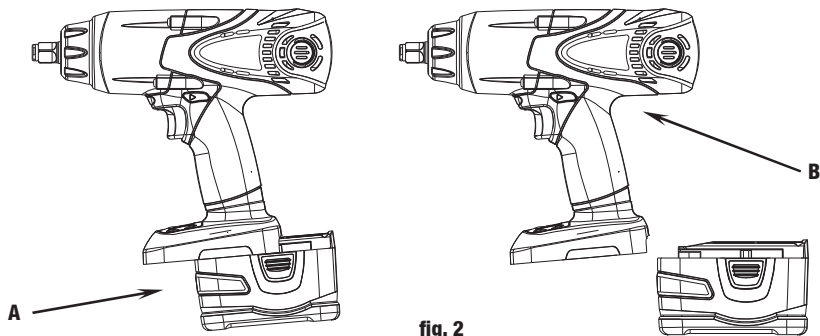

fig. 2
POUR RETIRER LA BATTERIE: Appuyer sur le bouton de libération et retirer la batterie (A) de l'outil (B). (voir Fig. 2)
POUR INSÉRER LA BATTERIE: Insérer la batterie (A) dans l'outil jusqu'à ce qu'elle s'enclenche. (voir Fig. 2)